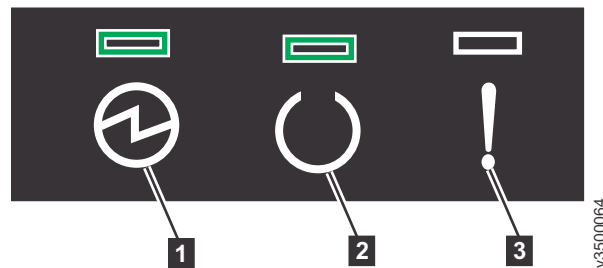

図 123. ノード・キャニスターの LED
5. コントロール・エンクロージャの背面から各ノード・キャニスター上の LED を確認します (図 123 を参照)。